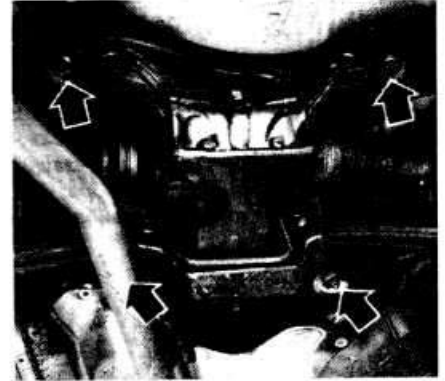

Рис. 11-12. Стрелками показаны болты крепления поперечины
- Отвернуть болты крепления картера заднего моста к поперечине подвески (рис. 11-12).